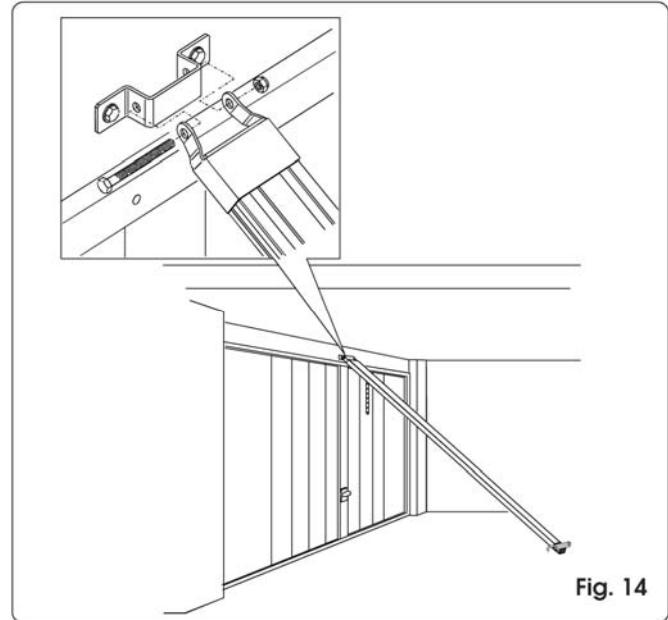

Fig. 14
- 7) Soulever le rail de l'attache avant et l'assembler avec la patte de fixation en utilisant la vis et l'écrou (fig. 14).